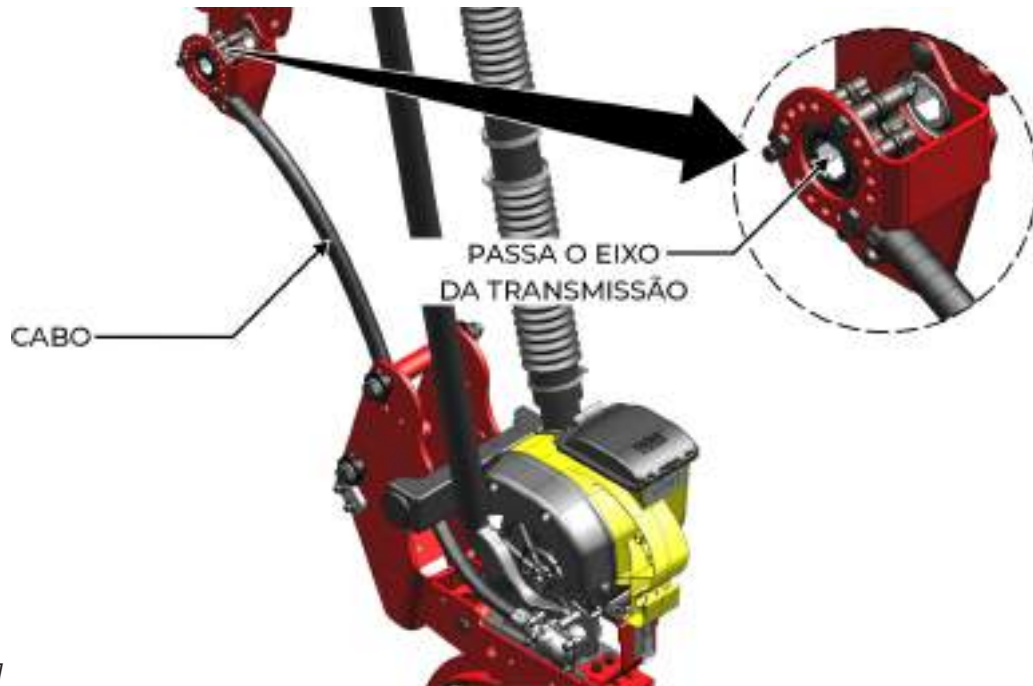

fig. 71
- **Sistema de acionamento por cabo:** é realizado por meio de um cabo flexível (*fig. 71*). Neste sistema, toda a transmissão realizada por correntes, eixos e engrenagens da linha, é substituída pelo cabo que vai montado diretamente na transmissão da semeadora, tornando assim, a transmissão mais simples e constante.